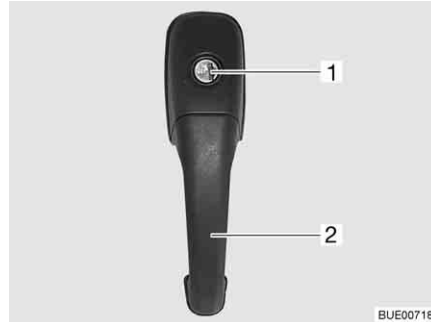

Fig. 56 Fechadura da porta de entrada, lado de fora
- Meta a chave no canhão da fechadura (Fig. 56,1) e gire até a fechadura da porta estar destrancada.
- Puxe o manípulo da porta (Fig. 56,2). A porta está aberta.
- Meta a chave no canhão da fechadura (Fig. 56,1) e gire até a fechadura da porta estar trancada.